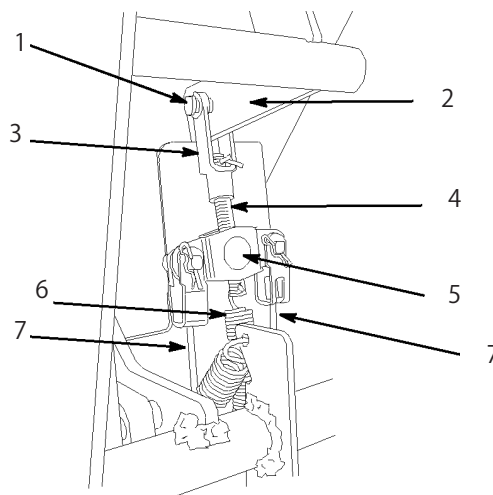

図35
2. ブレーキ・イコライザ部分でブレーキ・ケーブルの状態を調べ、ブレーキ・ケーブルのたるみをなくすために、ブレーキ・ロッドをどのくらい上に移動させたらよいか見当をつける。（図35）。
3. ブレーキ・ロッドのクレビスを固定しているヘアピン・コッターとクレビス・ピンを抜き取る（図35）。
4. ブレーキ・ロッドからスプリングを外す（図35）。
6. ブレーキ・ロッドを締めて（またはゆるめて）ブレーキ・ケーブルのたるみを無くす（図35）。ケーブルを締めすぎないように注意。
7. ブレーキ・ロッドの穴にスプリングを取り付ける（図35）。
8. ブレーキ・ロッドのクレビスを取り付けてヘアピン・コッターで固定する（図35）。